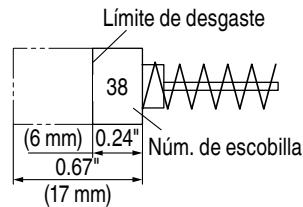

Fig. 17
3. Inspección de la escobillas (Fig. 17)
Utilice las escobillas HITACHI Núm. 38 indicadas en la Fig. 17.